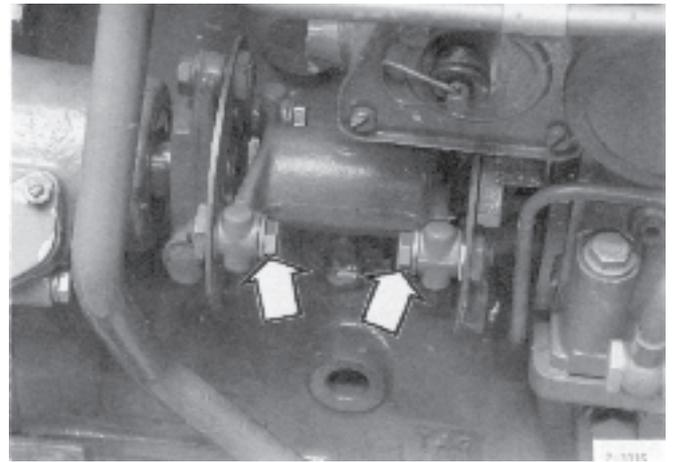

Fig. 140. Vis d'accouplement de pompe
2. Enlever les quatre vis (figure 140) pour l'accouplement de pompe.
9. Poser l'accouplement de pompe avec les rondelles bombées entre l'accouplement et les disques d'acier. Serrer les vis (figure 140).